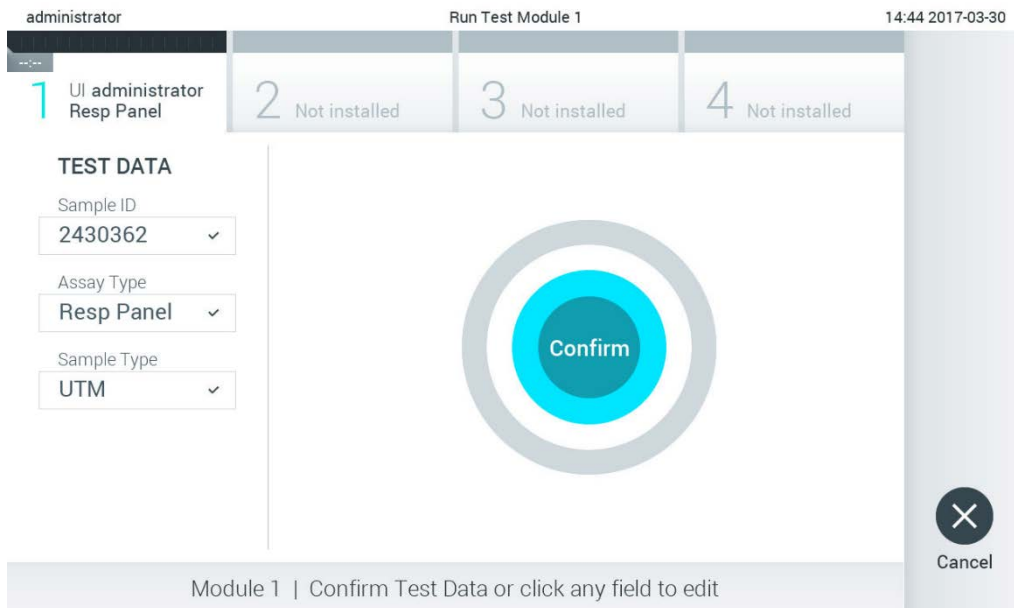

Рис. 26. Экран Confirm (Подтвердить).
5. Отобразится экран «Confirm» (Подтвердить). Просмотрите введенные данные и внесите необходимые изменения, нажимая на нужные поля на сенсорном экране и редактируя данные (рис. 26).